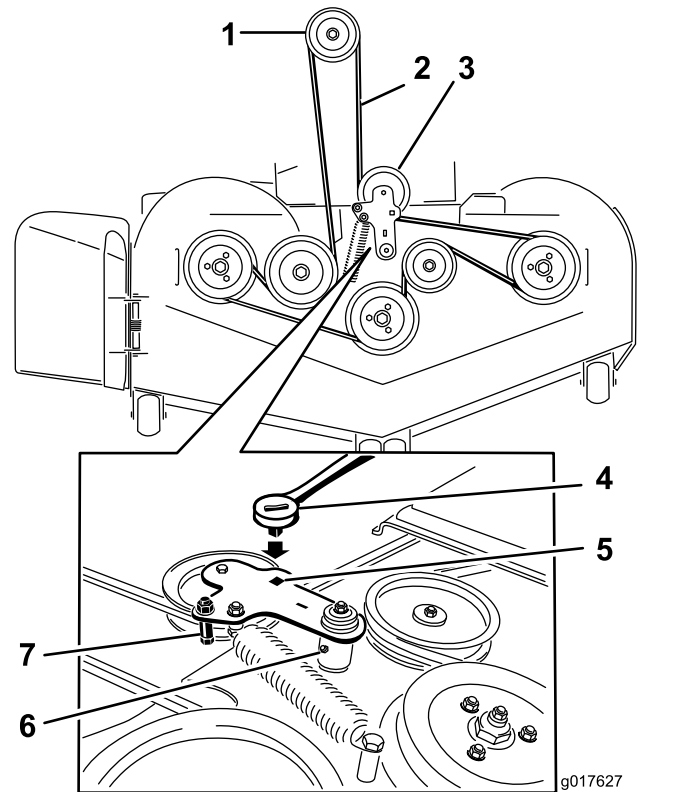

Figure 83
- Soulevez le bac de plancher et insérez un rochet dans le trou carré de la poulie de tension du tablier (Figure 83).
- Tournez la poulie de tension dans le sens horaire et déposez la courroie du tablier (Figure 83).